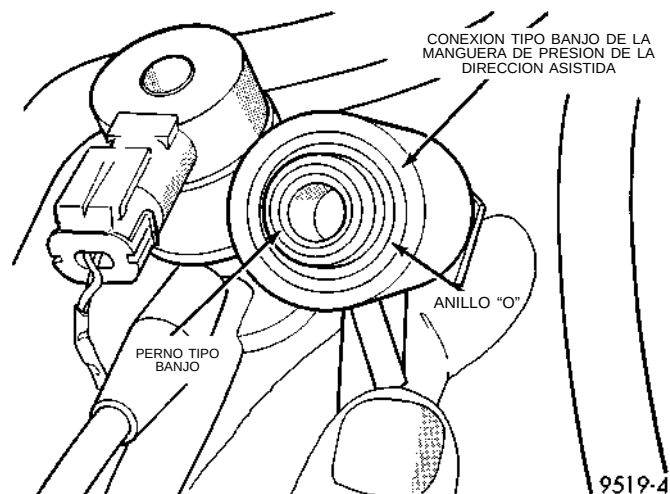

Fig. 28 Anillo "O" instalado en la conexión tipo Banjo de la manguera de la dirección asistida
(8) Instale un anillo "O" nuevo en el extremo de la conexión tipo Banjo de la manguera de presión de la dirección asistida (Fig. 28).